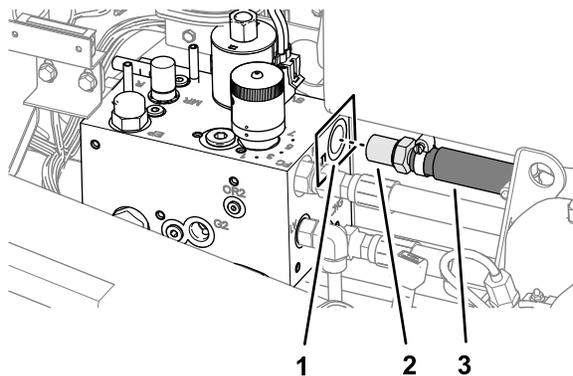

图50
3. 将软管的直通宝塔接头装入滚刀驱动歧管的 T 端口图50。